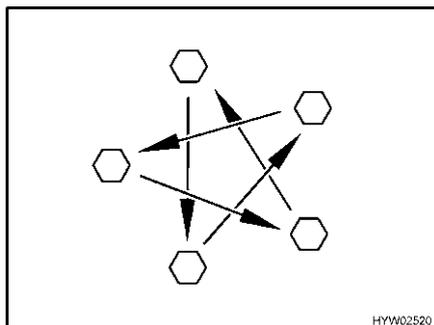

Fig. 161 Apretar las tuercas o los tornillos de las ruedas en forma de cruz
- Comprobar periódicamente que las tuercas o tornillos de las ruedas estén firmemente apretados. Reajustar en forma de cruz (Fig. 161) las tuercas o tornillos después de cambiar una rueda, al cabo de 50 km. Par de apriete, véase apartado 13.5.2.
- ▷ Apretar en forma de cruz las tuercas o los tornillos de las ruedas (Fig. 161).